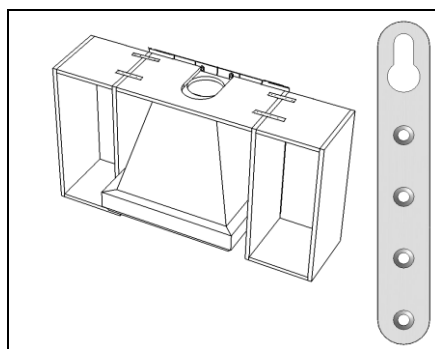

Рис. 14
6. Установить над коробом горизонтальный щит из ДСП (если он предусмотрен проектом). Лицевую часть его может закрывать декоративная накладка из массива. Перед монтажом в щите необходимо сделать вырез для пропуска гофротрубы. Панель крепить между навесными шкафами с помощью нерегулируемых подвесов шурупами 4х16 (Рис. 14).